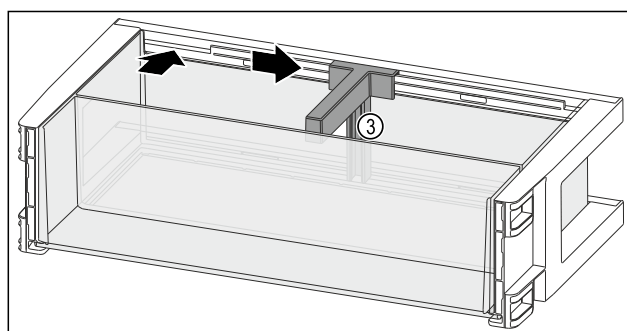

Fig. 120
- Flaschenhalter Fig. 120 (3) in die Aussparung einsetzen.
- Flaschenhalter Fig. 120 (3) in gewünschte Position zur Seite schieben.